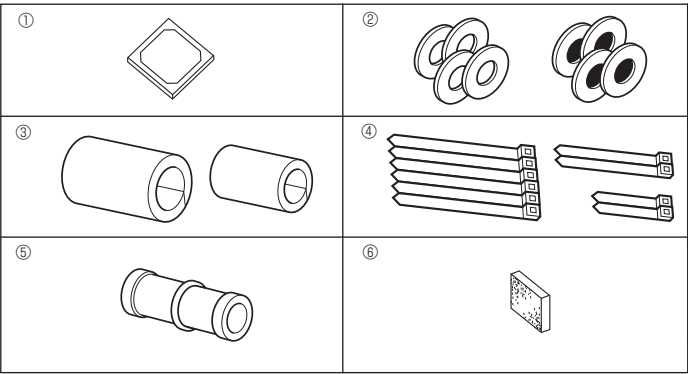

Fig. 4-1
4.1. Zubehöerteile des Innengerätes prüfen (Fig. 4-1)